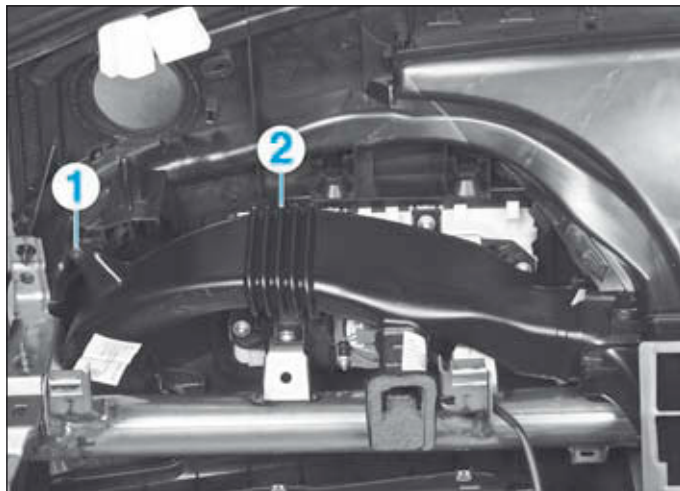

FIG.4
- Déposer la vis (1) (Fig.4).
- Dégrafer et déposer le conduit de ventilation (2).